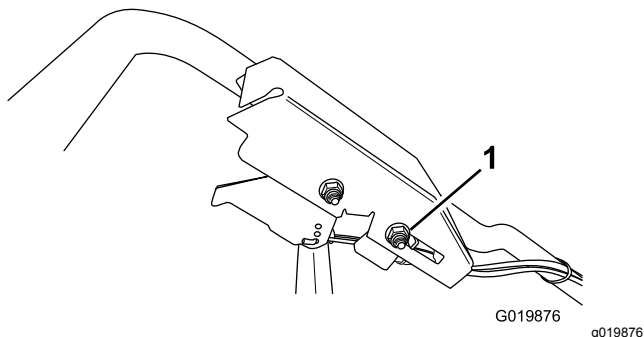

Figura 52
2. Desaperte porca de suporte do cabo (Figura 52).